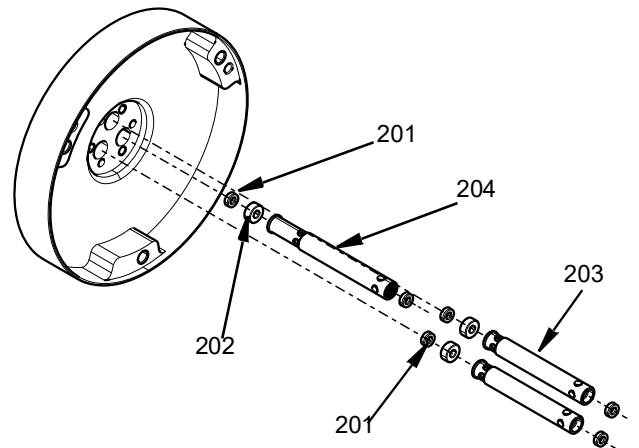

図 26
- インレットパッキンスペーサー (203) を挿入し、パッキンスペーサー (204) ロッドシール (201) およびロッドベアリング (202) をセントラルボディに戻します。シールの設置については、シール挿入および削除ツールキット、25T489、ページ番号 32 を参照してください。長いリターンパッキンスペーサー (204) は、セントラルボディの前面に記載されているようにチャンバー III に置かれていることに留意してください。以下を参照してください：図 26 を参照ください。